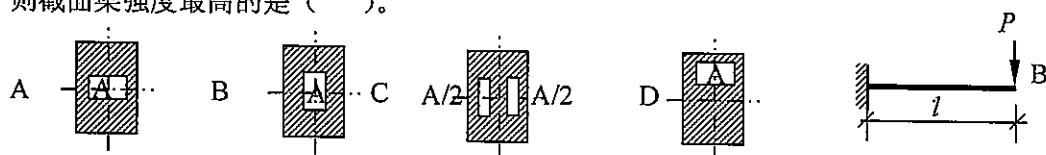

图 8
- 11 悬臂梁受力如图 8 所示, 若截面可能有如图所示四种形式, 中空部分的面积 A 都相等, 则截面梁强度最高的是 ()。